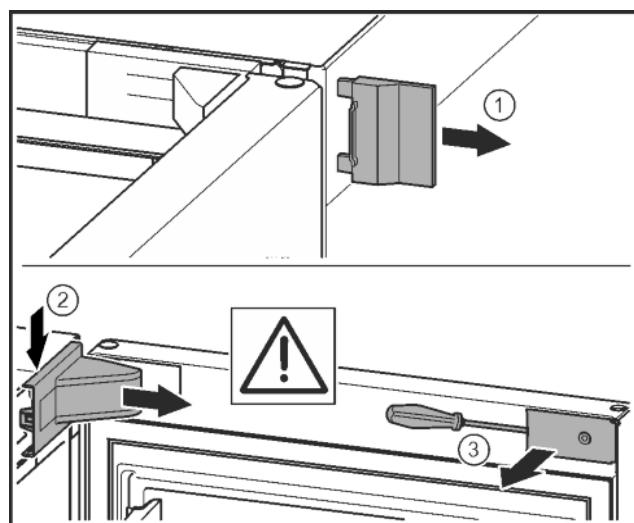

Fig. 7
- Зніміть зовнішню кришку. Fig. 7(1)
- Звільніть і ослабте кришку опорного кронштейна. Зніміть кришку опорного кронштейна. Fig. 7(2)
- За допомогою шліцової викрутки звільніть від фіксатора та поверніть убік накладку. Fig. 7(3)